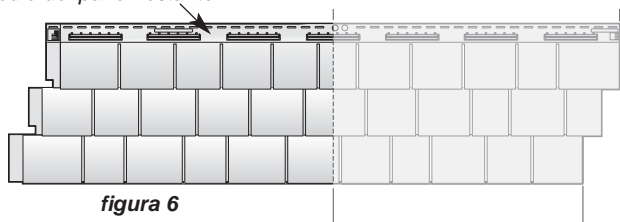

figura 6
7) Remueva 76.2 cm (30 pulg.) del lado derecho, midiendo desde la parte superior del panel, cortando justo a través del panel (figura 6). Perfore un orificio de 4.8 mm ($3/16$ pulg.) en el centro del doblez para clavar y clave el siding a través de este orificio para controlar la dirección de la expansión y contracción. Otra opción consiste en clavar cada extremo de la ranura para clavar ubicada en el centro del panel.